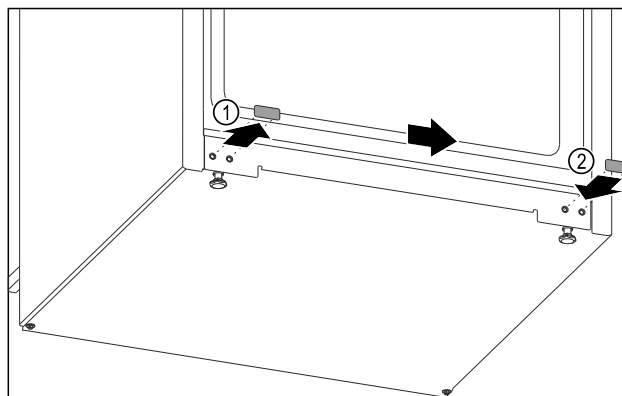

Fig. 12
- Izvlecite pokrovni čep. Fig. 12 (1)
- Pokrovni čep vstavite na nasprotni strani. Fig. 12 (2)